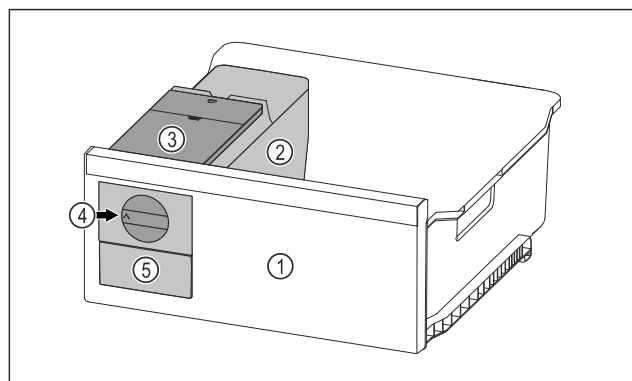

Fig. 108 Näitlik kujutis
- ▶ Keerake pöördnupp *Fig. 108 (4)* päripäeva lõpuni.
- ▷ Jääkuubikud kukuvad jääkuubikualusest jääkuubikusahtlisse *Fig. 108 (5)*.